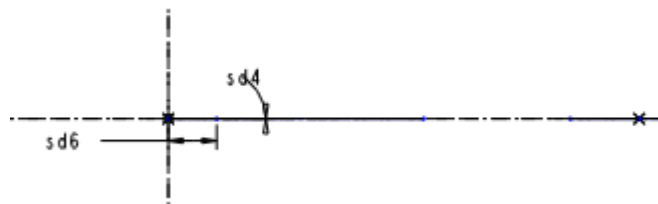

图 44-8
(5) 单击菜单【工具】 【关系】命令，打开【关系】窗口，模型中尺寸显示为符号形式，如图 44-8 所示。